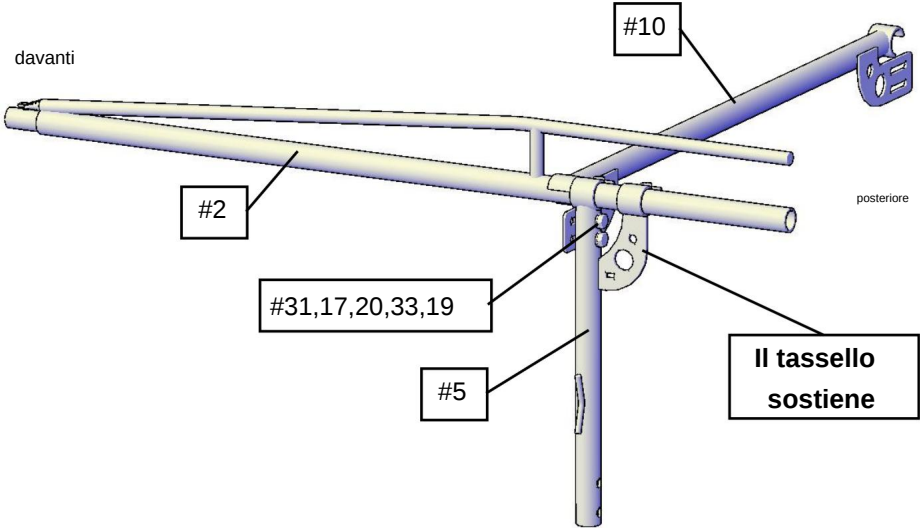

Fig.6
Fissare utilizzando i bulloni 2-M12x70 (n. 31), la rondella piatta (17) (20), la rondella elastica (33) e il dado (19) (vedere il set di bulloni accessori "G") Stringere saldamente ma non completamente. (Fig.6)